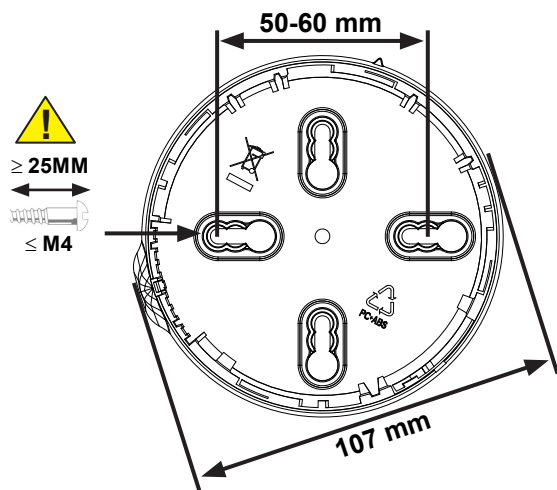

Figura 2: Instalación de la sirena en la base
En la Figura 2 se detalla la instalación de la sirena en la base.
- 3) Coloque la sirena en su base (como se muestra en la **Figura 2**).